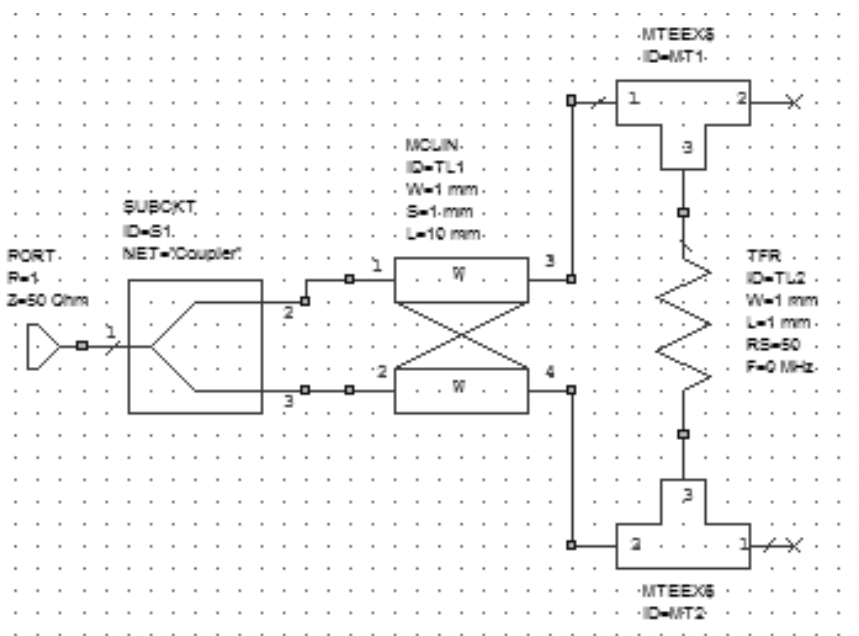

Рис. 1.3
3.11. Соедините элементы, как показано на рис. 1.3.